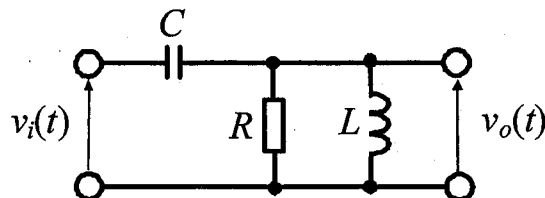

図2 RLC回路
(4) 上記 (2) の条件下において、 $D(s) = 0$ とする。 $R(s)$ が単位ステップ信号であるときと単位ランプ信号であるときの定常偏差をそれぞれ求めよ。
(5) 上記 (2) の条件下において、 $R(s) = 0$ とする。 $D(s)$ が単位ランプ信号であるときの定常偏差を求めよ。
- II 図2に示すRLC回路において、電圧 $v_i(t)$ を入力信号、電圧 $v_o(t)$ を出力信号とする。この回路の伝達関数を R と L と C を用いて表せ。ただし R は抵抗値、 L はインダクタンス、 C は静電容量を表わす。